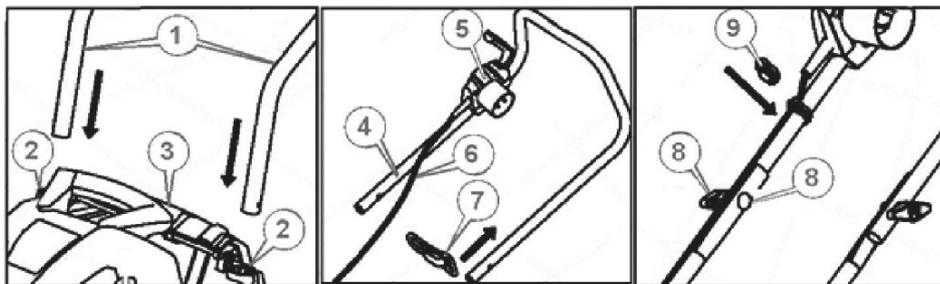

Рисунок 2. Схема складання та встановлення руків'я.
1. Вставити нижні (1, рис. 2) частини руків'їв в отвори (2, рис. 2) на корпусі (3, рис. 2) газонокосарки й зафіксувати шурупами з комплекту монтажних виробів. Перевірити надійність їхнього кріплення в корпусі.
2. На верхню частину (4, рис. 2) руків'я з блоком керування та шнуром живлення встановити гачок-фіксатор (7, рис. 2) мережевого подовжувача.
3. Сумістити верхню (4, рис. 2) частину руків'я та нижні (1, рис. 2) частини та з'єднати їх метизами з комплекту виробу. Перевірити надійність з'єднання руків'я.
4. Зафіксувати шнур (6, рис. 2) електроживлення на руків'ї за допомогою затискачів (9, рис. 2) із комплекту виробу.